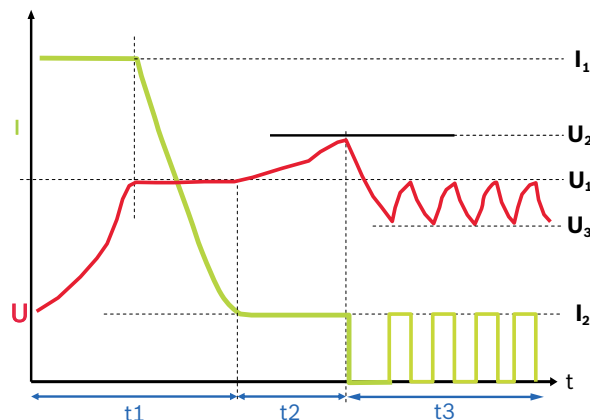

Fig. 4: Marcaj de încărcare
- 1 Progres încărcare (vezi marcajul de încărcare fig. 4)